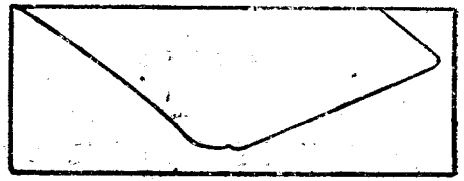
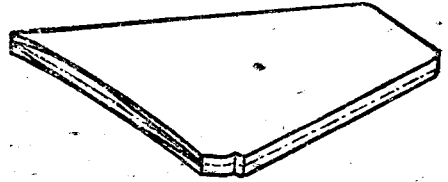
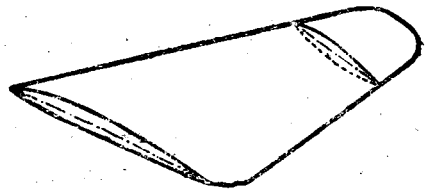
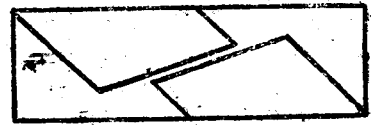

图 17
图 18
图 19
图 20
4. 垂直尾翼和水平尾翼的制作方法基本上和机翼的制作方法相同。在制作垂直尾翼时,可按照图17、图18、图19的顺序,一步一步地做;制作水平尾翼时,可按照图20、21、22的步骤做。做垂直尾翼和水平尾翼的材料,可参阅前面的材料表。由于水平尾翼很小,用的材料很薄,做的时候一定要当心,不要用鋸子鋸,最好用鋒利的刻刀把图20削成图21的形状。做翼型的时候,也不要再用锉刀锉;正确的做法应该把細砂紙包在一块木块上做成一个很简单的打磨器,用打磨器把水平尾翼的翼型磨出来,使它成为图22的形状。